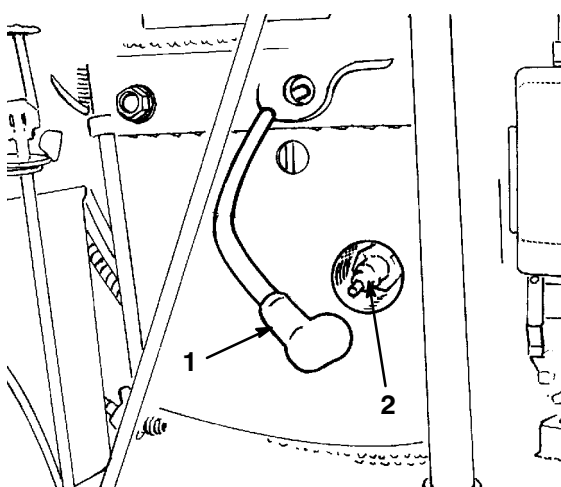

Figure 13
1. Retirer le fil de la bougie d'allumage (Fig. 13).
2. Débrancher la bougie (Fig. 13).
- Reconnecter le fil à la bougie (Fig. 13).